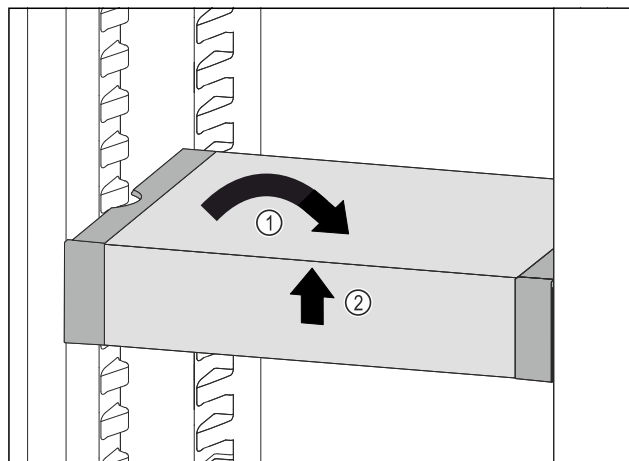

Fig. 115
- ▶ Predal VarioSafe postavite ravno. *Fig. 115 (1)*
- ▶ Predal VarioSafe dvignite spredaj. *Fig. 115 (2)*